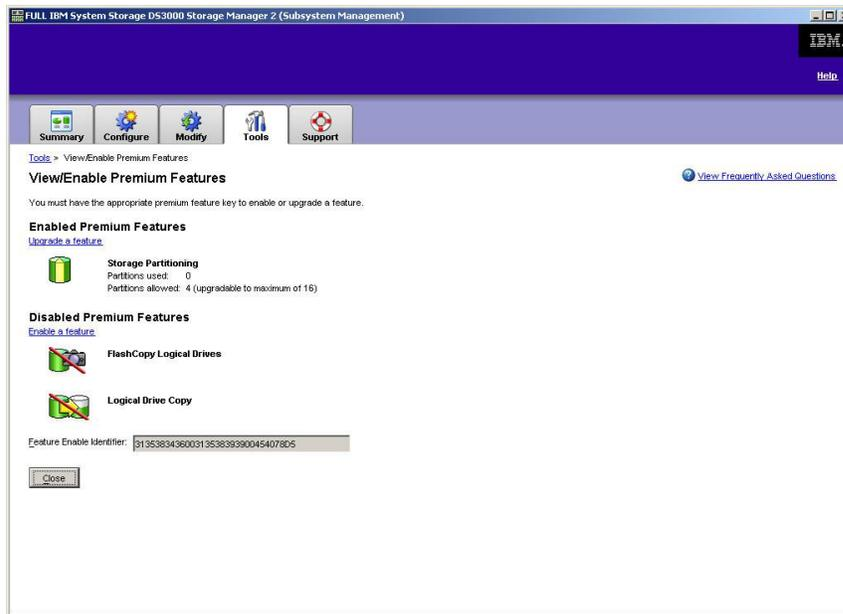

Figura 27. Ventana View/Enable Premium Features
2. Bajo **Enabled Premium Features**, pulse **Upgrade a feature**, tal como se muestra en la Figura 27 en la página 114.
2. Bajo **Disabled Premium Features**, pulse **Enable a feature**, tal como se muestra en la Figura 27. Se abre la ventana Select Feature Key File.